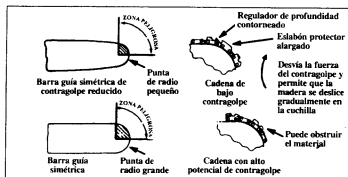

Figura 8
- **Barra guía de contragolpe reducido**, diseñada con una punta de radio pequeño lo cual reduce el tamaño de la zona de peligro de contragolpe en la punta de la barra. Figura 8. Una barra guía de contragolpe reducido es una que ha demostrado reducir considerablemente el número y la gravedad de los contragolpes cuando se prueba de acuerdo con los requisitos de seguridad para las motosierras a gasolina, según lo establecido por el American National Standards Institute, Inc., norma B175.1.
- **Cadena de bajo contragolpe**, diseñada con un regulador de profundidad contomeado y un eslabón protector el cual desvía la fuerza del contragolpe y deja que la madera se deslice gradualmente en cuchilla. Figura 8. Una cadena de bajo contragolpe es aquella que cumple los requisitos de comportamiento de contragolpe de ANSI B175.1 (Requisitos de seguridad para motosierras a gasolina) cuando se prueba en una muestra representativa de motosierras por debajo de la cilindrada de 3.8 pulgadas cúbicas especificadas en la norma ANSI B175.1.